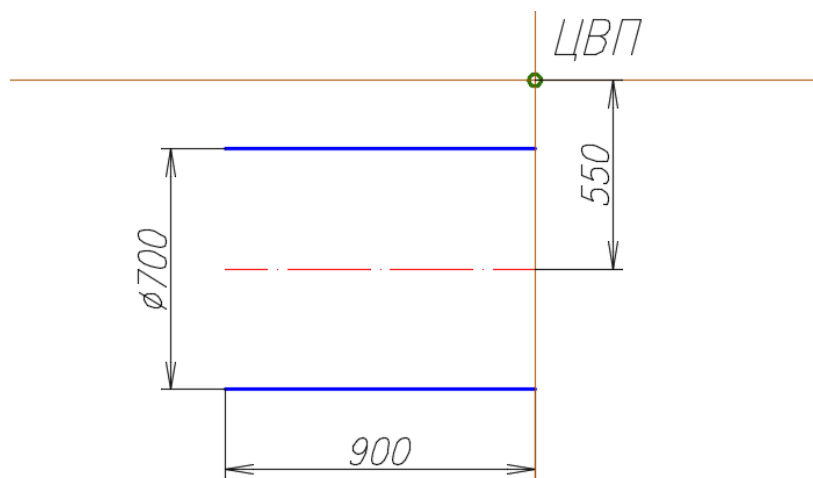

Рис. 122. Чертеж левой части трубы для подачи загрязненного воздуха
9. Начертить трубу для подачи загрязненного воздуха (см. рис. 122):
9.3. Найти центр вспомогательных построений (ЦВП) с помощью операций **Рисование** → **Прямая** → **Вер** → **ЛКМ** на правом конце отрезков и **Рисование** → **Прямая** → **Отступ** → **ЛКМ** на ось трубы → 550 ↴ (см. рис. 122).